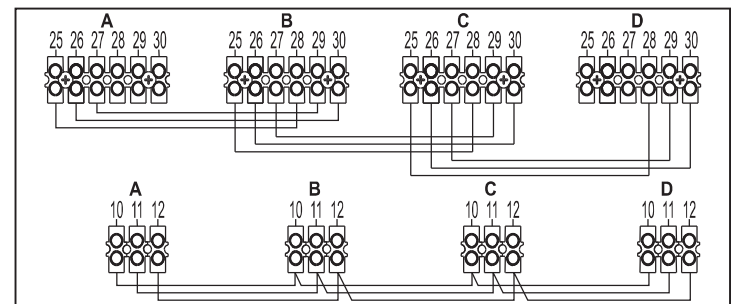

рис. 36 - Соединение в батарее
1. Соедините два модуля, как показано на рис. 36 (пример с 4 модулями)
В противном случае перекройте электрическое питание и проверьте кабельные соединения в рис. 36.